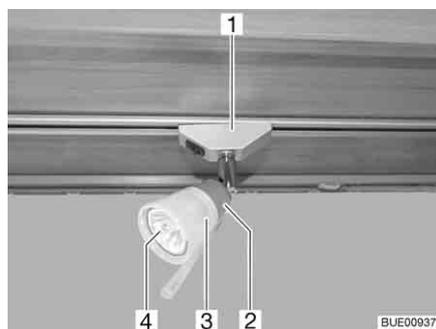

Bild 218 Halogenspotleuchte (verschiebbar)
- Halogenspotleuchte (Bild 218,1) um 90° drehen und aus der Schiene nehmen.
- Lampenschirm (Bild 218,3) entgegen dem Uhrzeigersinn drehen.
- Lampenschirm mit Halogenglühlampe (Bild 218,4) vorsichtig von der Fassung (Bild 218,2) abziehen.